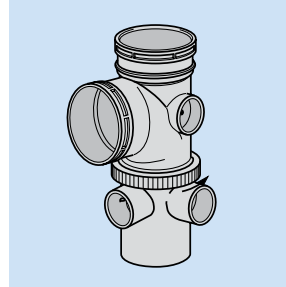

Fig. 28
- Slacken locking ring (Fig. 28).